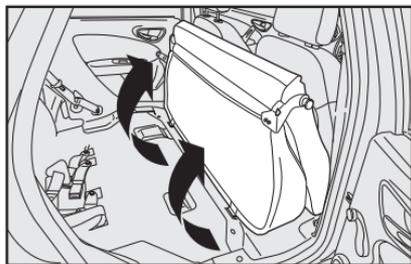

fig. 91
5) Incline hacia adelante el asiento trasero completo de manera que se obtenga una superficie de carga única **fig. 91**.